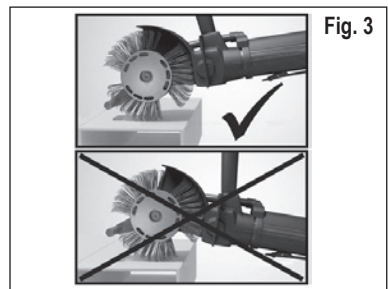

Fig. 3
5. Pour obtenir de meilleures performances, il convient de veiller à ce que la tige d'accélération soit dirigée le plus près possible de la surface à usiner. Quand la tige d'accélération est trop éloignée de la surface, les performances baissent sensiblement. Cf. fig. 3. On trouvera une description plus détaillée du **MBX®** Bristle Blaster® sur le DVD fourni ou à l'adresse www.monti.de